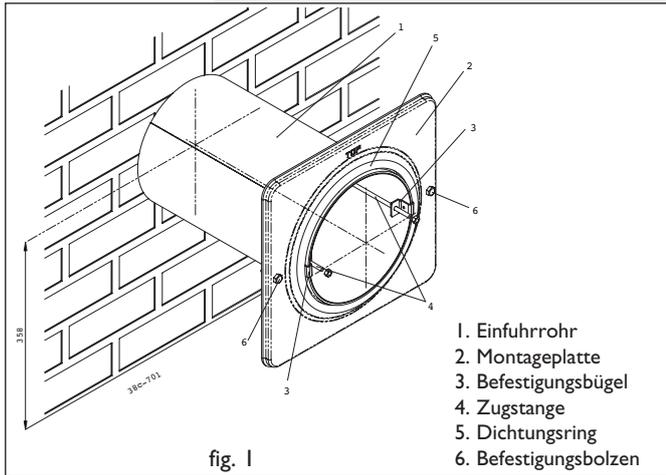

fig. 1
Bestimmen Sie den Platz des Konvektors, der an einen Außengiebel und auf dem Boden installiert werden muß. Legen Sie die Aluminium-Bodenplatte auf den Boden und stellen Sie den Konvektor, ohne Mantel, darauf. Schieben Sie das Gerät an die Mauer auf den gewünschten Platz. Die Montageplatte ist an die Rückseite des Konvektors montiert ((2) fig 1), die nun an der Mauer anliegt. Zeichnen Sie die Oberkante und eine Seite der Montageplatte an der Mauer ab. Nach Demontage der Montageplatte kann diese als Muster gebraucht werden, um das Loch im Giebel anzuzeichnen. Hacken und Bohren Sie ein Loch von 230 mm horizontal durch den Giebel.
**Tage der Giebeldurchfuhr (fig. 1)**
**Installation der Giebeldurchfuhrung mit Teleskopeinlassrohr (fig. 1)**